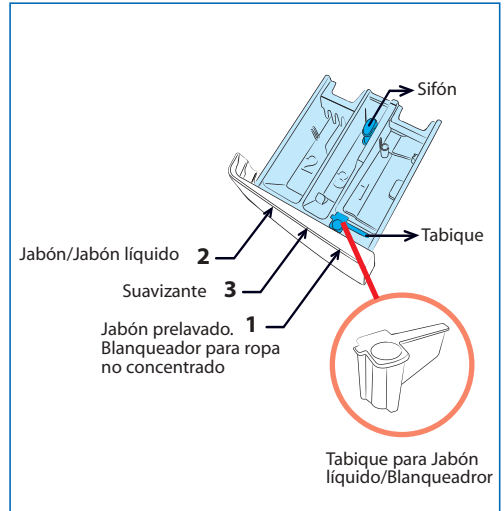

Figura 1
El compartimiento 1 se utiliza para el jabón en polvo del prelavado y mediante el uso del tabique *Ver figura 1* sirve para jabón líquido del prelavado o blanqueador. *Ver tabla de programas en la Guía de Uso Rápido.*
- ▮ Tome el tabique ubicado en el alojamiento frontal del compartimiento 1 y colóquelo en la ranura ubicada al fondo del mismo compartimiento. *Ver figura 1 (pág. 8).*